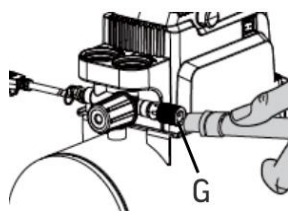

fig. 2
4. Attachez un tuyau à air (non compris) à la sortie d'air (G) du compresseur (fig. 2).